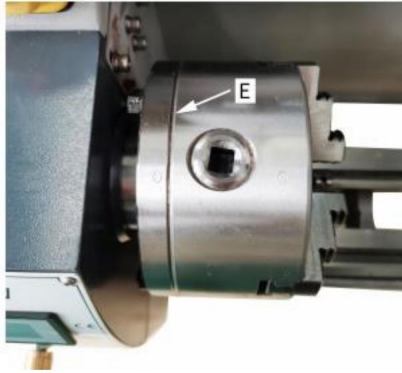

Abb. 26
Mit diesem Universalfutter können runde, dreieckige, viereckige, sechseckige, achteckige und zwölfckige Werkstücke eingespannt werden. (Abb. 26)
Beim originalen 3-Backenfutter, das auf der Drehbank montiert war, hat das Werk das Futter auf die beste Weise montiert, um die Haltegenauigkeit mit zwei „-Markierungen (A) (Abb. 26) auf dem Futter und dem Futterflansch zu gewährleisten.